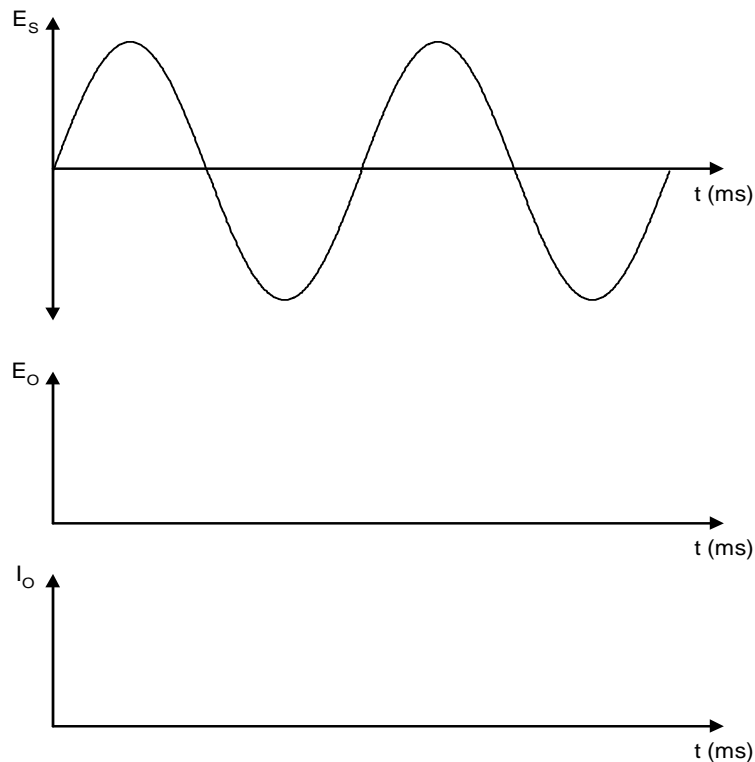

FIGURE 1-2
5. Tracez, à la Figure 1-2, les formes d'ondes de tension et de courant mesurées à l'oscilloscope.